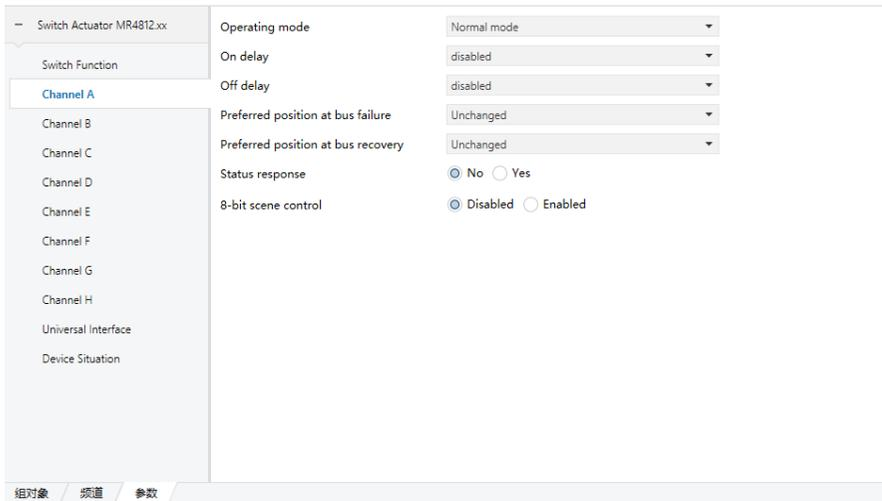

图 6.1.3
3) 单击上述红色方框内的选项，分别设置各回路参数，下面以 Channel A 为例，如图 6.1.3